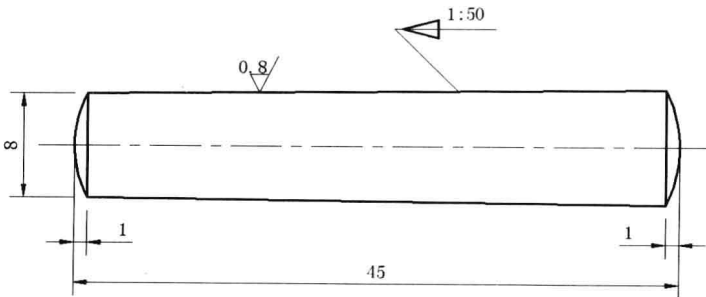

图 6-8-1
- (1) 创建锥度块，标注标准件圆锥销锥度，如图 6-8-1 所示。